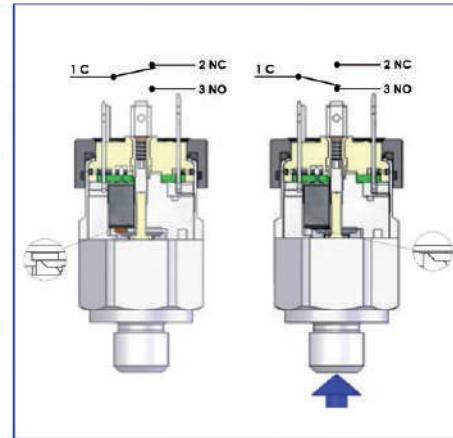

FIG. 3
- Nella versione con CONTATTI IN SCAMBIO (SPDT) di Fig. 3, la pressione esercitata dal fluido sull'elemento separatore, (membrana o pistone), determina invece la commutazione di un microswitch. In quest'ultima versione è possibile utilizzare indifferentemente sia i contatti N.C. che N.A. che entrambi.
- In the **SWITCHING CONTACTS (SPDT)** of Fig. 3 version, the presence of the fluid on the separating element (diaphragm or piston) causes a microswitch to switch. Either NC or NO contacts, or both, can be used in this version.